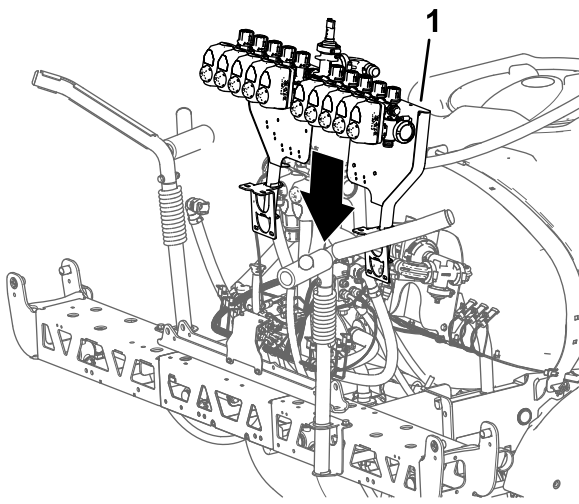

Figura 108
1. Usando un equipo de izado con la capacidad especificada, eleve el conjunto de soporte de las válvulas y válvulas de fumigación y alinéelo sobre la sección de fumigación central (Figura 108).